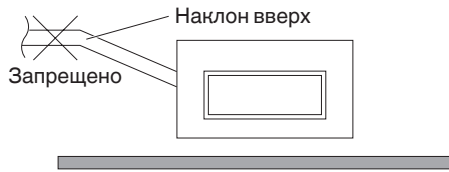

Рис. 3-16
- Не устанавливайте трубу с наклоном вверх от соединения с портом. Это приведет к обратному потоку дренажной воды и утечке из блока, когда он не работает. (Рис. 3-16)